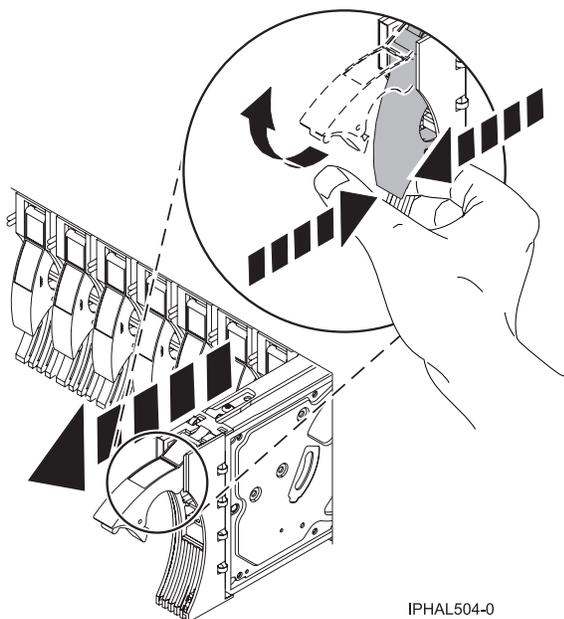

Figura 30. Extracción de una unidad de disco o 7311-D20
8. Ejercer presión y tire del asa de la unidad de disco hacia usted para extraer la unidad de disco, como se ve en la Figura 30. Si el asa no está extendida del todo, la unidad de disco no se desliza hacia fuera de la unidad del sistema o de expansión.